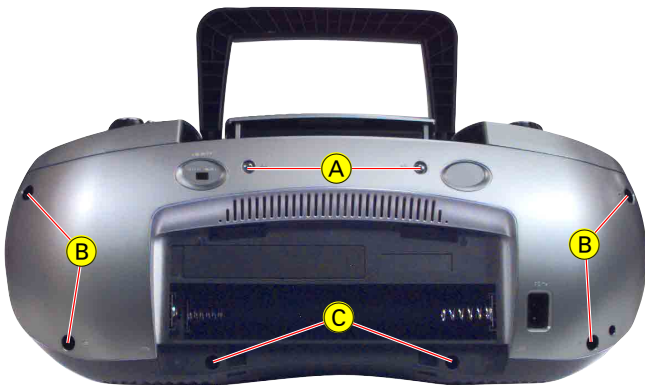

Fig. 1
- 2 Schrauben (A), 4 Schrauben (B) und 2 Schrauben (C) herausschrauben (Fig. 1).
- Undo 2 screws (A), 4 screws (B) and 2 screws (C) (Fig. 1).